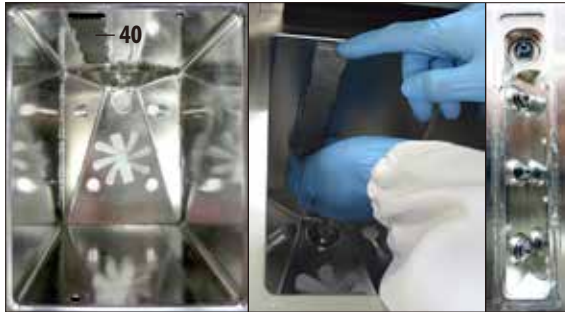

Fig. 238
- Îndepărtați ecranul (40, Fig. 238) din fața senzorilor.